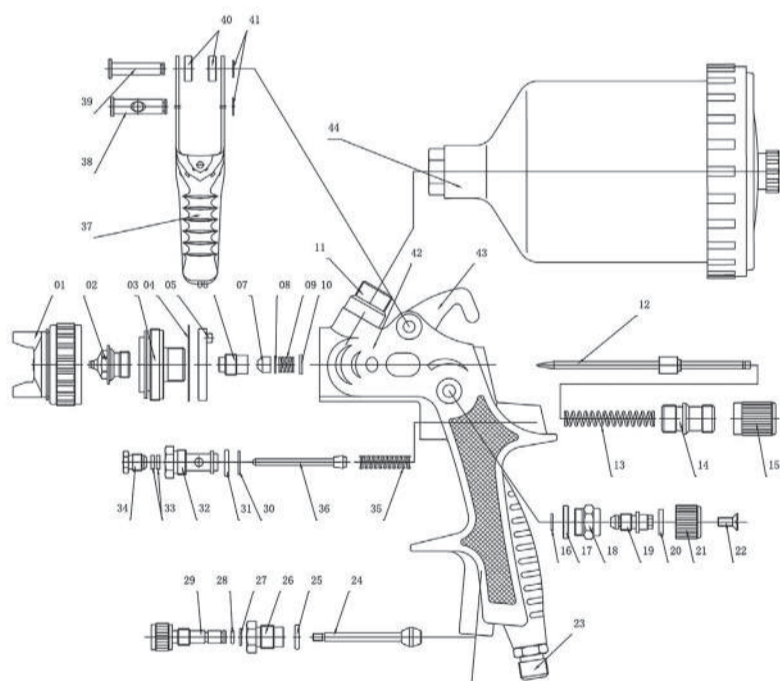

Рис. 1
СХЕМА КРАСКОПУЛЬТА (Рис. 1)
- Для регулировки ширины и формы факела, поверните соответствующий регулятор (№21, Рис.1). При необходимости форму факела можно изменить с овальной на круглую.
- Для регулировки соотношения подачи воздуха и материала, поверните регулятор подачи воздуха (№29, Рис.1) и/или регулятор подачи материала (№15, Рис.1) до нужного положения. Во время работы ни в коем случае не выкручивайте регуляторы полностью.
• ПЕРЕД РАЗБОРКОЙ, ЧИСТКОЙ ИЛИ СЕРВИСНЫМ ОБСЛУЖИВАНИЕМ КРАСКОПУЛЬТА ОБЯЗАТЕЛЬНО ПРЕКРАТИТЕ СООТВЕТСТВУЮЩИМИ РЕГУЛЯТОРАМИ ПОДАЧУ ВОЗДУХА К КРАСКОПУЛЬТУ (№29, Рис.1) и ПОДАЧУ ЛАКОКРАСОЧНОГО МАТЕРИАЛА В НЕМ (№15, Рис.1), ПОСЛЕ ЧЕГО СБРОСЬТЕ ДАВЛЕНИЕ В ВОЗДУШНЫХ КАНАЛАХ КРАСКОПУЛЬТА НАЖАТИЕМ НА ЕГО КУРОК (№37, Рис.1).
5. Снимайте распыляющую дюзу после снятия блока иглы (№№12-15, Рис.1), либо удерживая иглу в вытанутом состоянии для того, чтобы защитить элементы блока иглы от повреждений.
8. Поверните регулятор формы факела (№21, Рис.1) против часовой стрелки до полного открытия. Затем затяните и зафиксируйте основание регулятора формы факела (№18, Рис.1) в корпусе краскопульты (№42, Рис.1).
<ol style="list-style-type: none"> 1. Воздух просачивается между дюзой и коническим посадочным седлом для него в корпусе краскопульты. 2. Воздух просачивается через уплотнение иглы. 3. Мало лакокрасочного материала в бачке. 	<ol style="list-style-type: none"> 1. Снимите дюзу, очистите её, сопло и посадочное седло дюзы. Если дюза или сопло повреждены, замените их. 2. Затяните посадочный винт (№6, Рис.1). 3. Пополните бачок материалом.